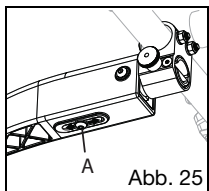

Abb. 25
2. Lockern Sie die 6-mm-Schraube, die sich an der Unterseite der Baugruppe befindet (Abb. 25).
4. Ziehen Sie die 6-mm-Schraube wieder fest (Abb. 25:A). Achten Sie darauf, nicht zu stark anzuziehen.